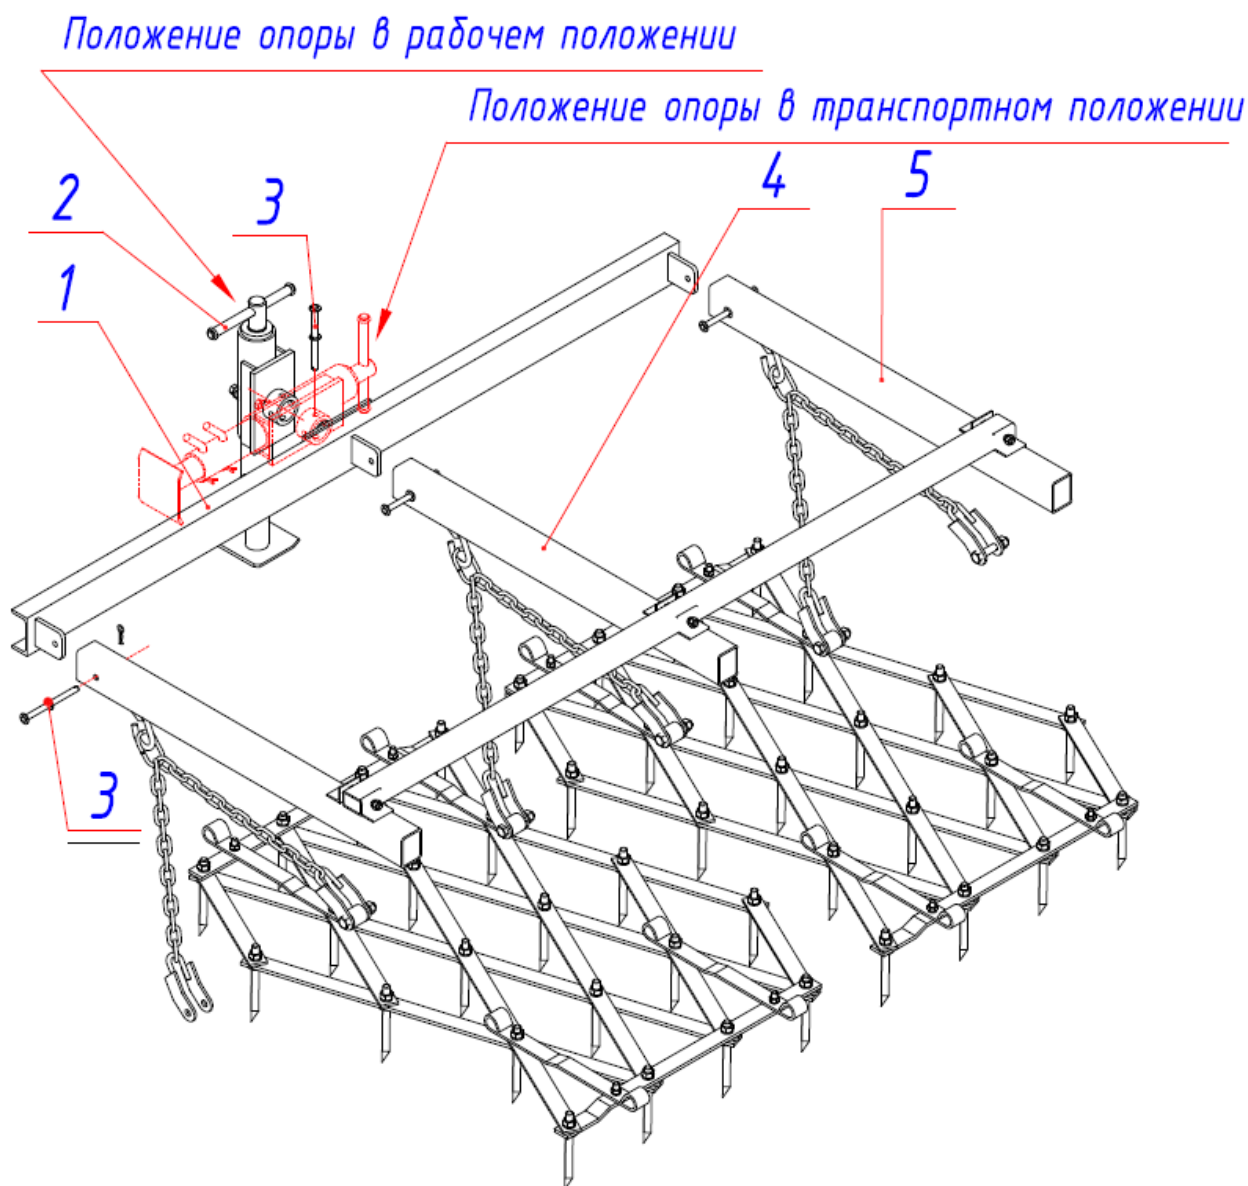

Рис.12 Задняя регулируемая опора.
2.1.10 Задняя регулируемая опора 2 (рис.12) служит для удерживания бороны в рабочем положении при отсоединении бороны от трактора. Опора устанавливается на ось поперечины 1 закрепленной на штангах 4 и 5 центральной секции и фиксируется в рабочем или в транспортном положении фиксатором 3.